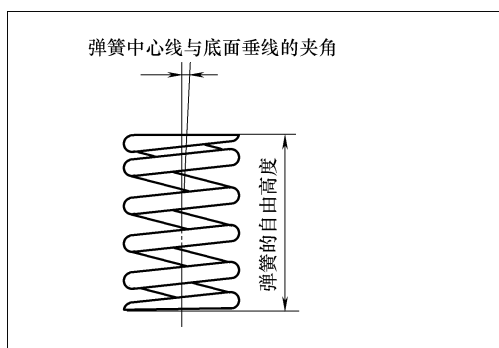

图 2-79 测量弹簧自由高度
① 如图 2-79 所示,测量弹簧自由高度,如小于极限值时,应进行更换。